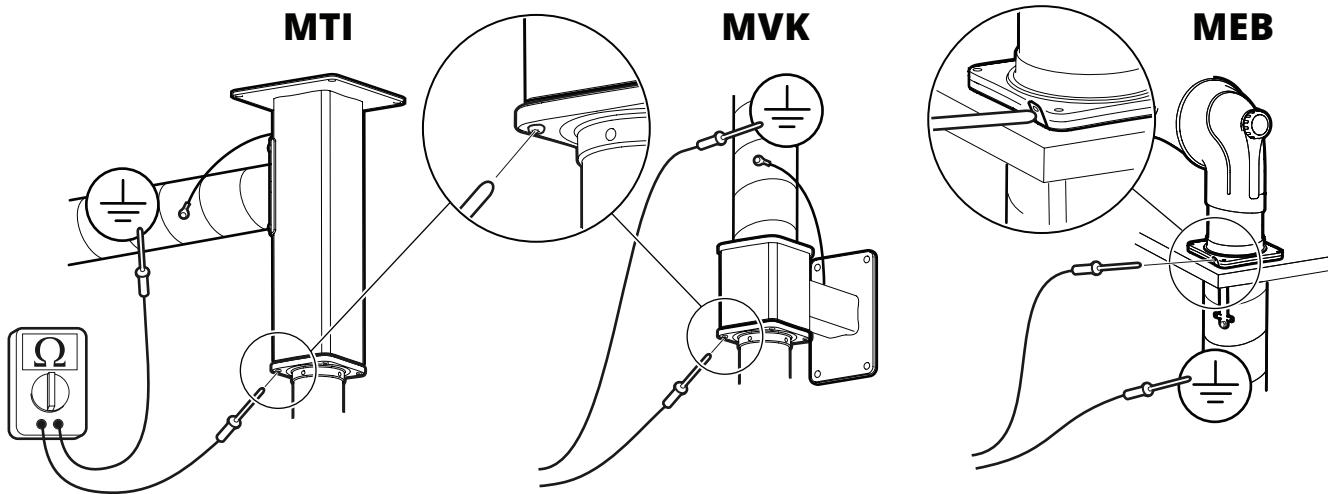

Рис. 13
- Проверьте сопротивление заземления при помощи поверенного омметра. См. Рис. 13. Сопротивление между точками измерения (плоскость заземления/продукт) должно составлять менее 1 МΩ.